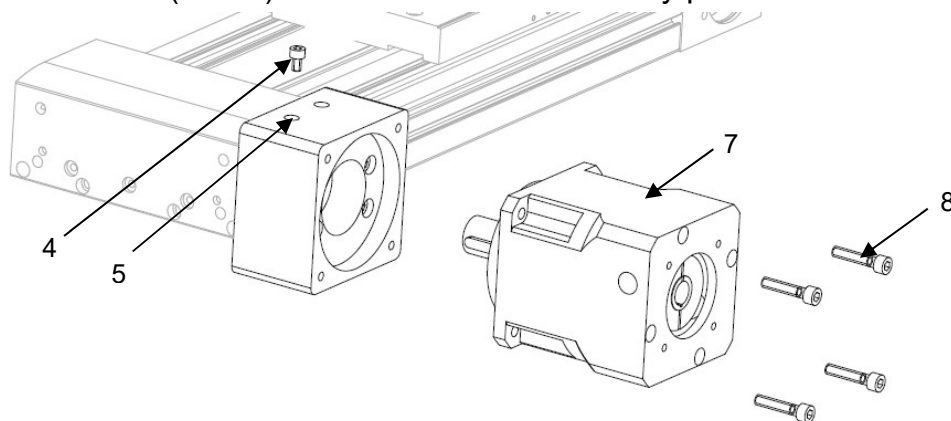

Рисунок 9 – Установка редуктора
- 3) Закрепите редуктор (поз. 7) при помощи винтов (поз. 8) (см. рисунок 9). Затяните винт муфты (поз. 4) через отверстие на корпусе монтажного комплекта (поз. 5). Момент затяжки винта муфты см. п. 1.4.2.3.